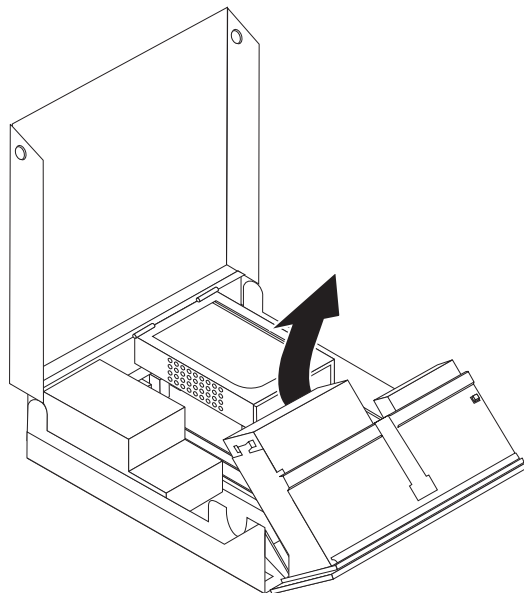

Рисунок 18. Как получить доступ к материнской плате
3. Откиньте отсек дисководов, чтобы получить доступ к материнской плате. Смотрите рис. 18.